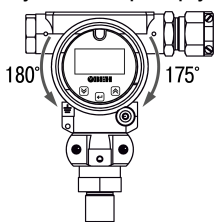

Рисунок 5 – Поворот ЖКИ
2. Взяться за выступающую часть корпуса блока индикации и повернуть его на требуемый угол (см. рисунок 5).